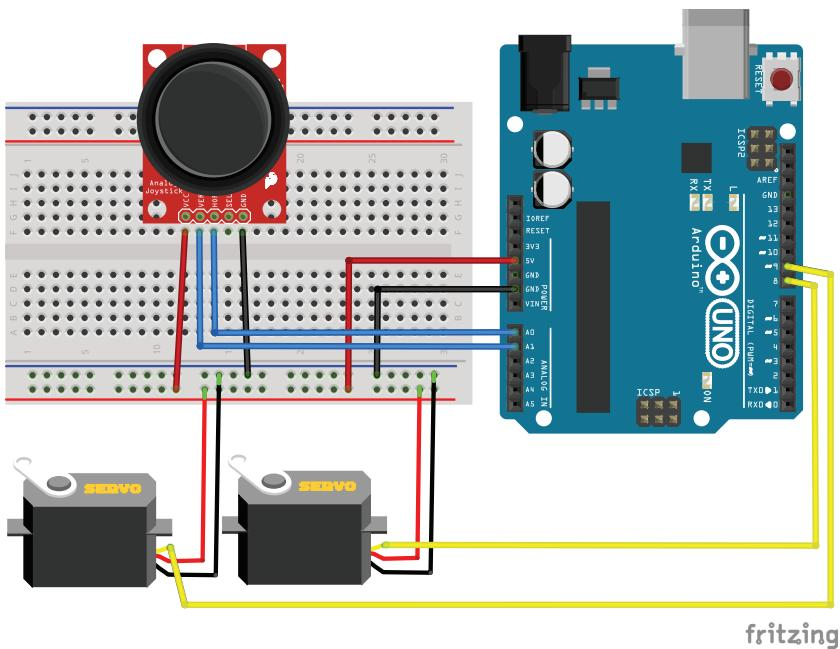

Рис. 18.2. Схема подключения платы джойстика и Pan/Tilt Bracket к Arduino
- Подключаем джойстик к плате Arduino по схеме на рис. 18.2.
Создадим более понятный пример использования джойстика – для управления положением кронштейна Pan/Tilt Bracket с двумя сервоприводами, на котором можно разместить, например, камеру и менять положение камеры влево/вправо и вниз/вверх с помощью джойстика. Схема соединений для данного эксперимента показана на рис. 18.2.
- Подключаем джойстик и Pan/Title Bracket к плате Arduino по схеме на рис. 18.2.